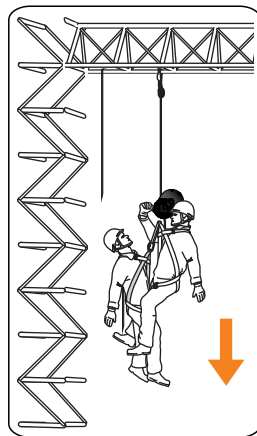

рис. 9
4. Произведите спуск с пострадавшим (рис. 9).